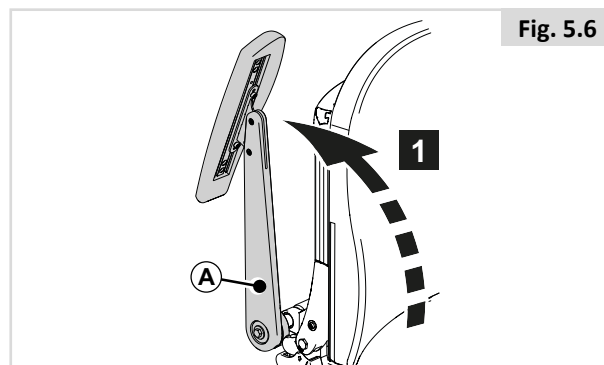

Fig. 5.6
Tilbagelænende opslåligt armlæn (Fig. 5.6)
1. Slå (A) op. (Fig. 5.6)